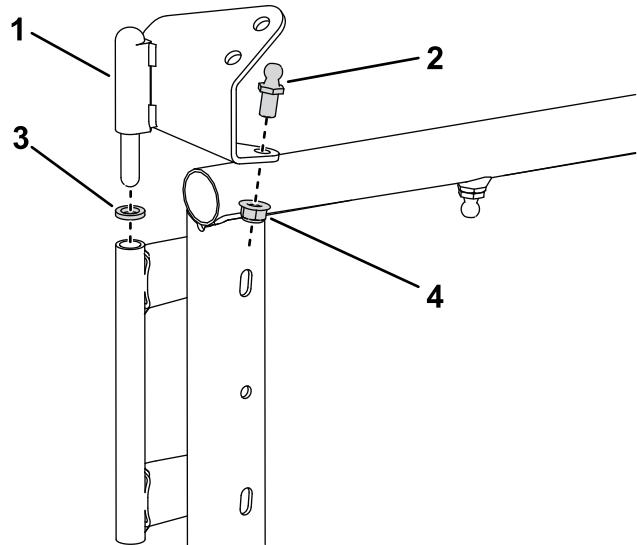

Figura 4
- Instale uma cavilha na dobradiça superior esquerda como mostrado na Figura 4; aperte-a com 10 a 12 N·m.
- Instale a dobradiça superior esquerda e um espaçador na parte superior da articulação como mostrado na Figura 4.